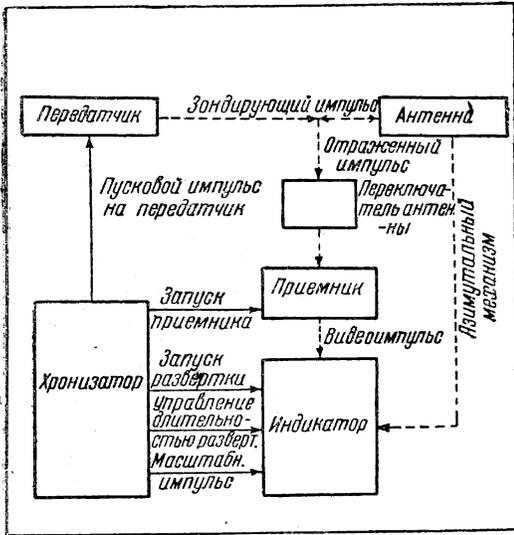
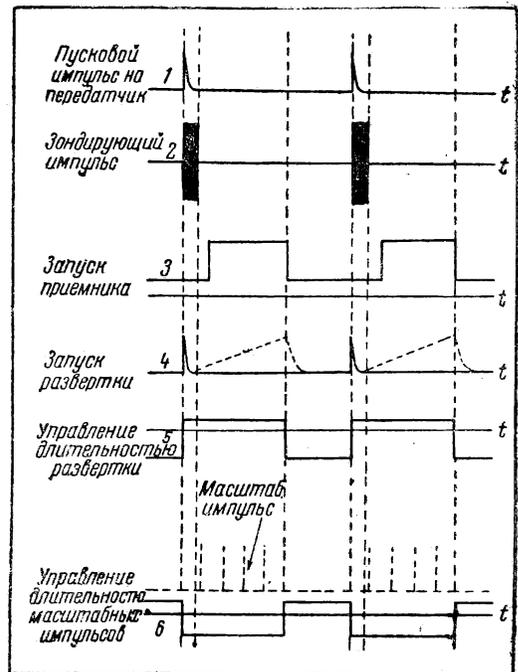

Рис. 2
Рис. 3
Принципиальная схема станции с автономным хронизатором показана на рис. 2. Временная диаграмма работы отдельных узлов такой станции приведена на рис. 3. По этой диаграмме можно проследить последовательность работы отдельных узлов станции. Пусковой импульс (1) заставляет
Для устранения подобной опасности от хронизатора подается положительный по напряжению прямоугольный импульс (рис. 3, 3). Он поступает на экранирующую сетку и анод одной или нескольких ламп каскада усиления промежуточной частоты. Прямоугольный импульс, как видно из диаграммы, подается тотчас же по окончании зондирующего импульса, а заканчивается в конце паузы между послышками импульсов.
Подача импульса, регулирующего поступление пилообразного напряжения развертки на электронно-лучевую трубку (рис. 3, 4), также осуществляется хронизатором. Начало его рассчитано так, что линия развертки на экране появляется с началом зондирующего импульса. Благодаря этому в начале линии развертки обычно виден зондирующий импульс. Левый край его является нулем шкалы расстояний.
ции, на электронно-лучевую трубку от хронизатора подается прямоугольный импульс (рис. 3, 5), определяющий длительность развертки. Она видна только в течение строго установленного отрезка времени и, следовательно, отраженные импульсы от очень далеких целей на экране индикатора видны не будут.
Для облегчения отсчета расстояния до цели подаются специальные сигналы от хронизатора (рис. 3, б), называемые «масштабными импульсами». Это — прямоугольные импульсы отрицательного напряжения. Они поступают через такие промежутки времени, что расстояние на экране трубки между каждым масштабным импульсом соответствует определенному расстоянию между обнаруженной целью и станцией.
Принципиальная схема супера изображена на рис. 2. Супер имеет следующие диапазоны: коротковолновый от 16 до 50 м, средневолновый от 200 до 550 м и длинноволновый — от 750 до 2 000 м.